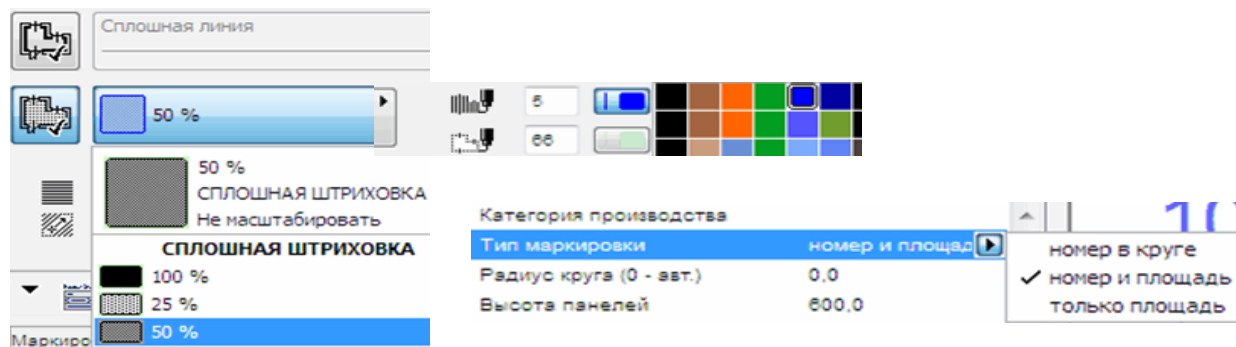

Рис. 125
4. Откройте панель **Паспорт зоны**. Паспорт зоны — это многострочная текстовая этикетка, содержащая информацию о имени зоны, ее номере, площади, настиле и т. д. В правой части панели расположено окошко с образцом паспорта зоны. В нижней части панели приводится список параметров паспорта зоны (рис. 125). С их помощью можно выбрать, следует ли показывать в паспорте зоны ее имя, номер, площадь и т. д. Уровень детализации таких параметров зависит от того, как запрограммирован объект паспорта зоны. Паспорт зоны также может использоваться для вычисления и представления другой дополнительной информации о зоне, например, общая поверхность стен, общая поверхность проемов в стенах, объем зоны и т. д.
5. Для раскраски зоны в окне **Диалог установки параметров** (рис. 125) выберите тип штриховки — **Сплошная 50 %** и нужный ее цвет, а также тип маркировки.